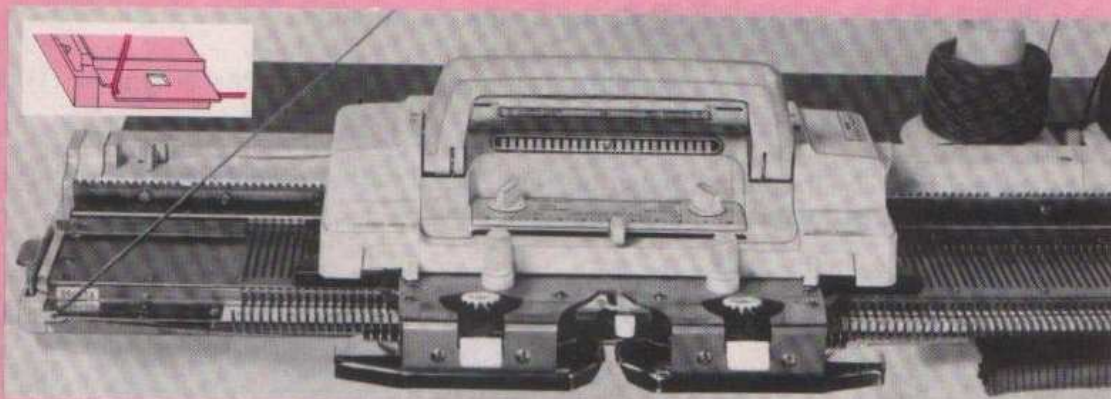

Fig. 63
- Retirer la laine du guide-fil et la mettre en attente en bout de fonture (fig. 63).
- Retirer la laine du guide-fil et la mettre en attente en bout de fonture (fig. 63, page 22).